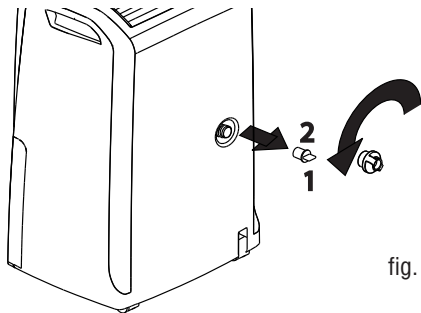

fig. 2
- 1) Draai de beschermdop **1** linksom los en verwijder het rubberen dopje van het tuitje **2** (fig. 2).